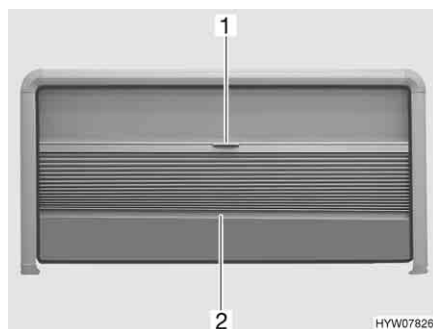

Fig. 45 Tendina oscurante pieghevole e zanzariera a rullo (finestra apribile)
- Afferrare la tendina oscurante pieghevole al centro dell'asta di chiusura (Fig. 45,2) e tirare delicatamente verso il basso.
- Tenere la parte centrale dell'asta di chiusura (Fig. 45,2) della tendina oscurante pieghevole e spingere quest'ultima verso l'alto con cautela.
- Tirare la zanzariera a rullo verso il basso utilizzando la maniglia (Fig. 45,1).
- Spingere la zanzariera a rullo completamente verso l'alto utilizzando la maniglia (Fig. 45,1).